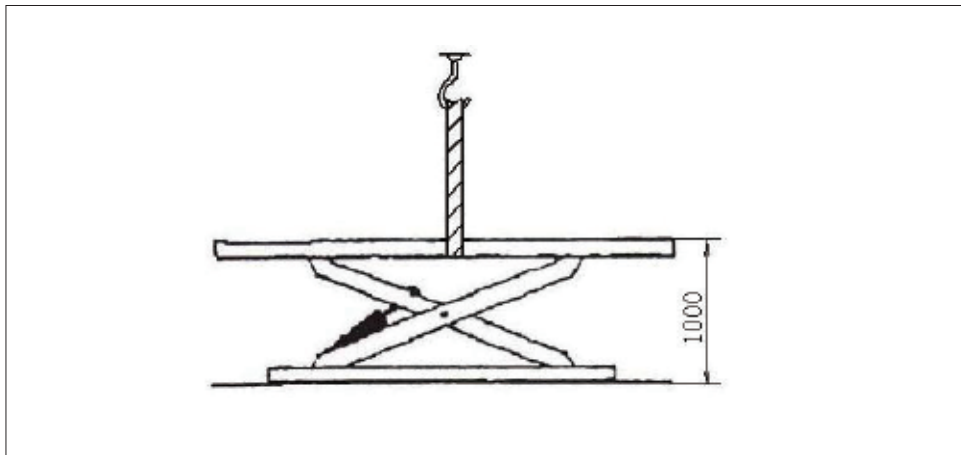

Figura 5
- O local de instalação deve ter fonte de alimentação e suprimento de ar conectados ao console com antecedência. A altura interna não deve ser inferior a 4000 mm. A máquina de elevação é recomendada para ser instalada no poço do solo, instale a fundação de acordo com os requisitos da Figura 5.
A almofada de ferro de ajuste deve ser inserida na parte inferior da plataforma, levante a plataforma de elevação com uma empilhadeira ou outro equipamento de elevação [Figura 5] levante-o a uma altura de cerca de 1000 mm para garantir que o mecanismo de segurança mecânica esteja ligado e travado